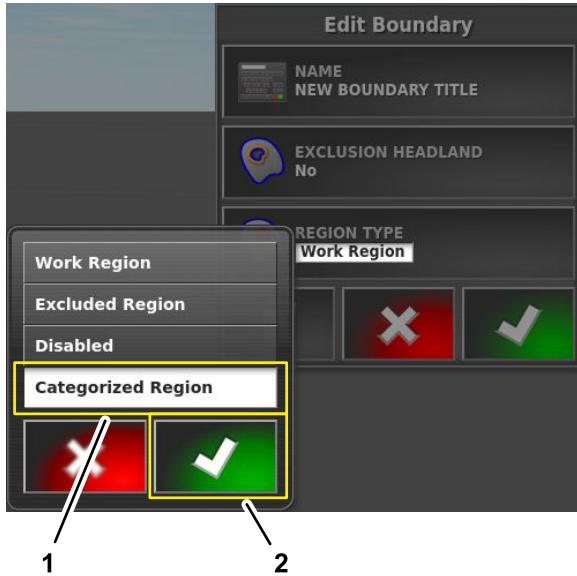

Figura 64
- Nella finestra di dialogo Tipo di regione, premete l'icona REGIONE CATEGORIZZATA, quindi premete l'icona Conferma (Figura 64).